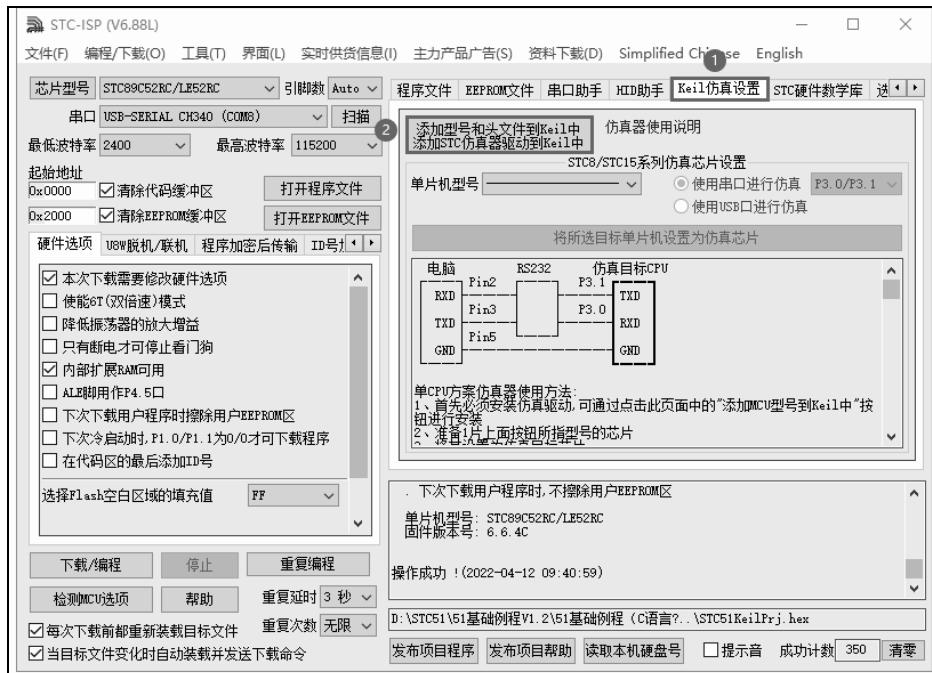

图 1-18 STC-ISP Keil 仿真设置
(1) 双击运行本书配套资料包“01.开发工具”文件夹中的 stc-isp-v6.88L.exe 程序，在打开的窗口中选择“Keil 仿真设置”选项卡，然后单击“添加型号和头文件到 Keil 中”按钮，如图 1-18 所示。